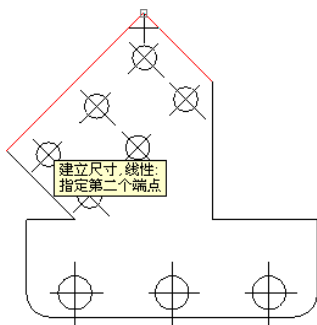

图 5-26 选取标注尺寸的第二个端点
③ 根据系统提示“建立尺寸，线性：选择第二个端点”，移动光标捕捉绘图区内左上角的端点，并单击鼠标左键，如图 5-26 所示。